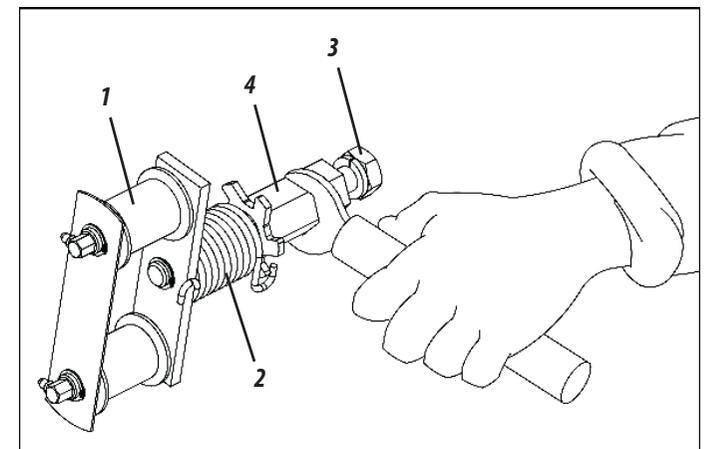

Figura 66
- 01 - El estirador (1) es dotado de resorte de torsión (2) para mayor flexibilidad del mismo. Si fuera necesario mayor presión en el estirador, suelte la tuerca interna (3) del mismo, gire el eje (4) pasando el enganche del resorte (2) para el otro diente de la roseta del eje y reajuste nuevamente la tuerca interna (3), según muestra la figura 66.